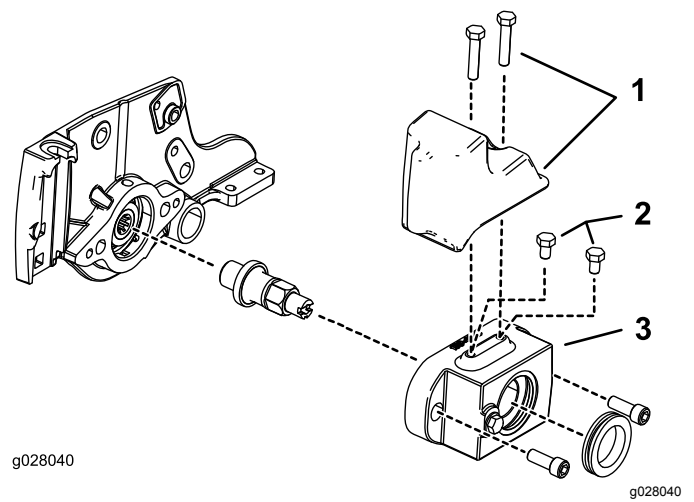

図 5
- 油圧リールモータでは、図 5のように、ローラブラシハウジング上部にボルト 5/16 x 1/2 インチ 2本を取り付ける。
- 電動のリールモータウェイト (P/N 127-4259-03) 1個とボルト (P/N 322-7) 2本を別途購入して 図 5のように取り付ける。